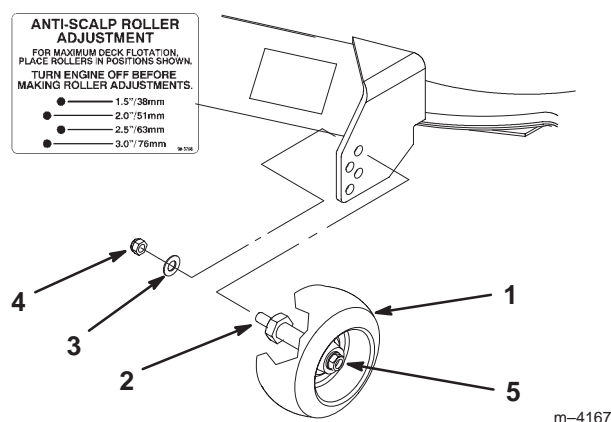

Figure 11
2. Lorsque la hauteur de coupe est réglée, enlevez l'écrou et la rondelle tout en maintenant le goujon avec une clé (Fig. 11).
Remarque : N'enlevez pas l'écrou et la rondelle de la roue (Fig. 11).
3. Choisissez le trou pour que la roue de jauge se trouve le plus près possible de la hauteur de coupe correspondante voulue (Fig. 11).
4. Remettez l'écrou et la rondelle sur le goujon (Fig. 11).